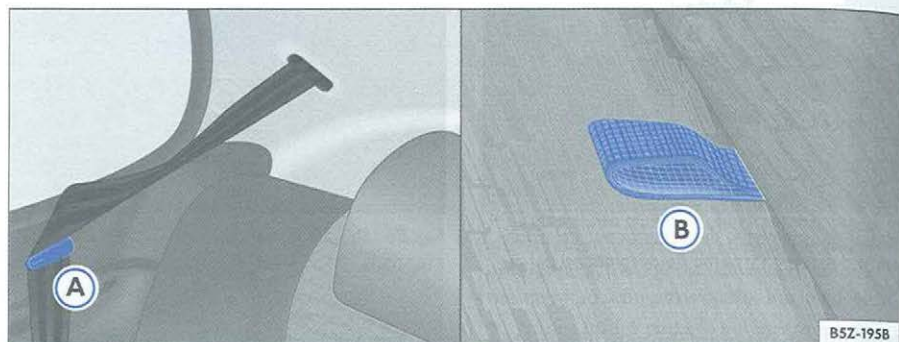

Fig. 87 Acoplamiento del cinturón para el abatimiento del asiento / uno de los tiradores para desbloqueo del respaldo
- Posicione la cinta de los cinturones de seguridad en sus respectivos alojamientos ⇒ fig. 87 (A).
– Tire del tirador localizado entre el asiento y el respaldo traseros, lado izquierdo, ⇒ página 104, fig. 87 para desbloquear la fijación del respaldo del asiento izquierdo ⇒ ⚠ y, al mismo tiempo, tírelo sobre el asiento.
– Tire del tirador localizado entre el asiento y el respaldo traseros, lado derecho, ⇒ página 104, fig. 87 para desbloquear la fijación del respaldo del asiento derecho ⇒ ⚠ y, al mismo tiempo, tírelo sobre el asiento.